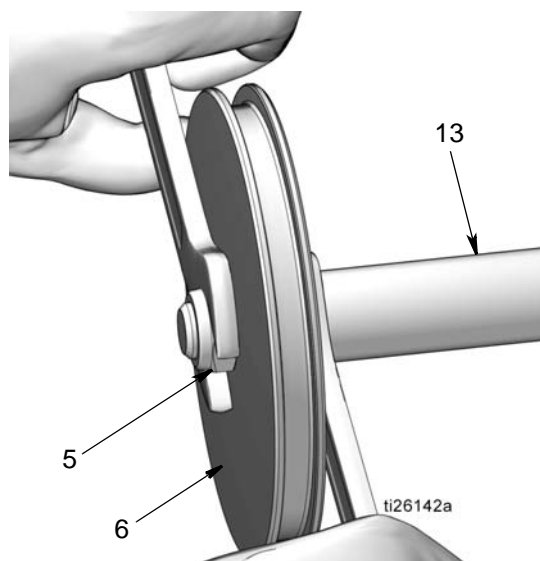

Рис. 49
- Накрутите гайку (5) поверх конца штока поршня (13). Используйте два гаечных ключа, действуя в противоположных направлениях, для затягивания гайки. Зафиксируйте один открытый конец гаечного ключа на лысках штока поршня, и используйте второй гаечный ключ для затягивания гайки (5), как показано на Рис. 49.